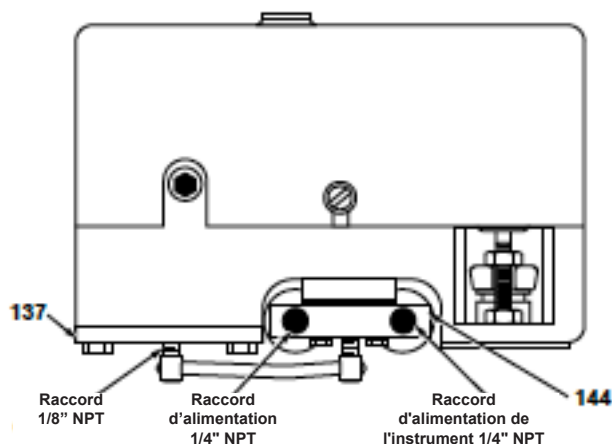

Figure 11 - Raccordements avec positionneur 7700P
- Vanne marche-arrêt : raccordez la conduite d'alimentation d'air directement au raccord fileté 1/8" NPT dans le couvercle de la membrane (137).
- Vanne de contrôle avec positionneur 7700P (signal d'air) : raccordez les lignes de signal d'alimentation et d'instrument aux raccords appropriés sur le bloc collecteur (144) (figure 11). Utilisez des tubes de 4 x 6 mm (1/4" de diamètre externe).